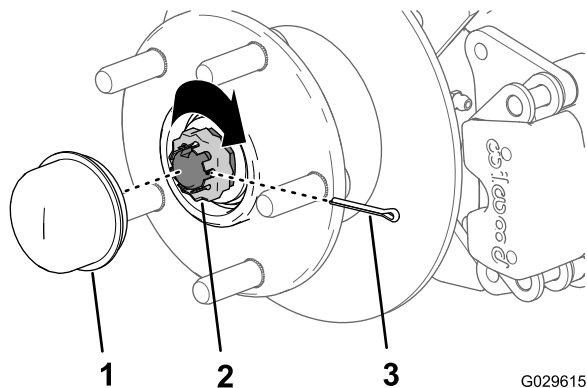

Bild 36
- Befestigen Sie den Halter über der Mutter und prüfen die Ausfluchtung des Schlitzes im Halter und dem Loch in der Spindel für den Splint (Bild 36).
- Setzen Sie den Splint ein und biegen Sie jeden Abschnitt um den Halter (Bild 36).
- Setzen Sie den Staubdeckel auf die Radnabe (Bild 36).